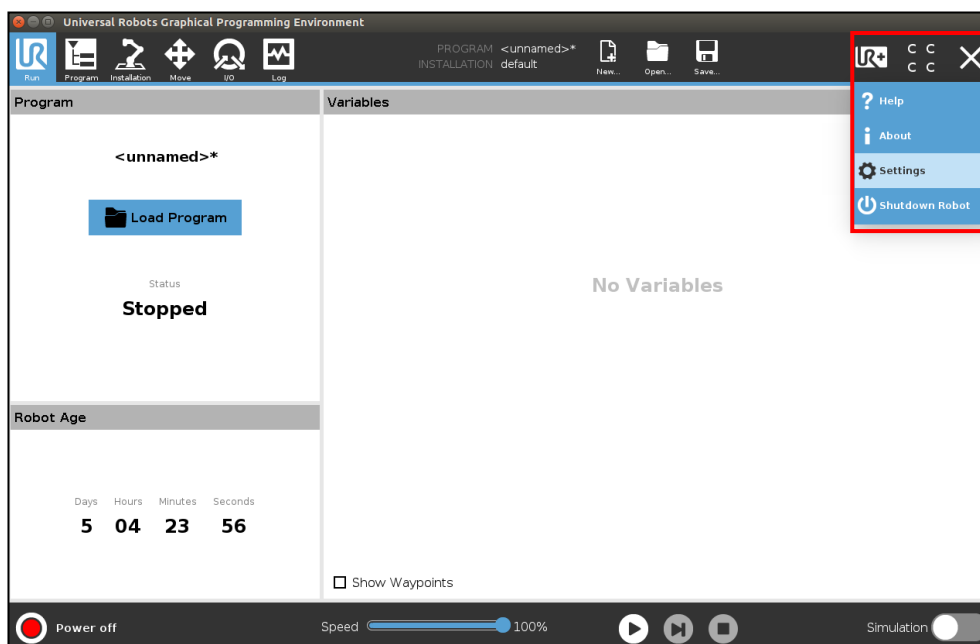

图 5.19 插入 USB 口并接入设置界面
1. 将存储着插件文件的数据 U 盘插入机器人示教器的 USB 口并点击右上角的 **Setting** 按钮，如图 5.19 所示。